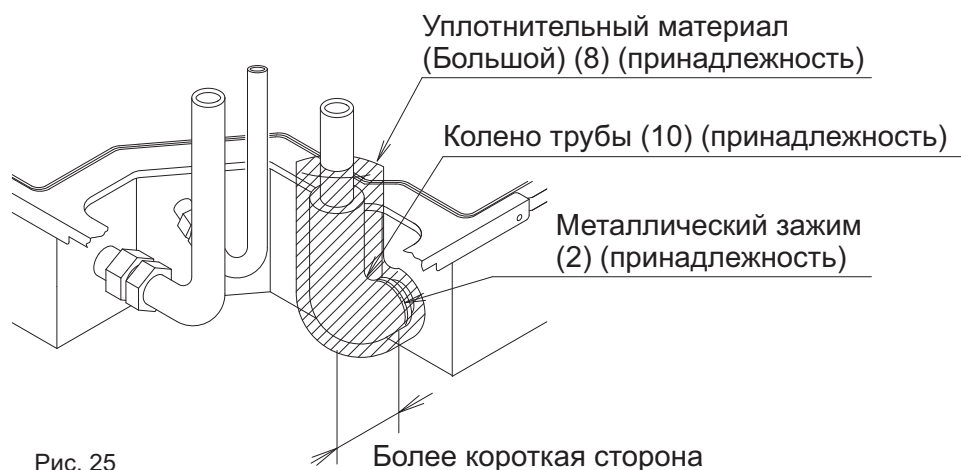

Рис. 25
- Дренажный трубопровод можно подсоединить с 3-х направлений. (См. рис. 25, 26 и 27)
(См. рис. 25, 26, 27 и 31)
4. Изолируйте металлический зажим (2), дренажный шланг (1), колено трубы (10) прикрепленным уплотнительным материалом (Большим) (8). (См. рис. 25, 26, 27 и 33) (Металлический зажим (2) может запотеть и может стекать конденсация.)